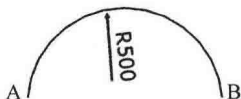

图 1-12 两点和半径绘圆弧
(1) 单击“圆弧”按钮 , 在【圆弧】对话框中选取“三点定圆弧”按钮  和“参数式”按钮 。
(2) 选取圆弧的两个端点 A、B,在动态框中输入圆弧的半径 R500mm,绘制一条圆弧,如图 1-12 所示。